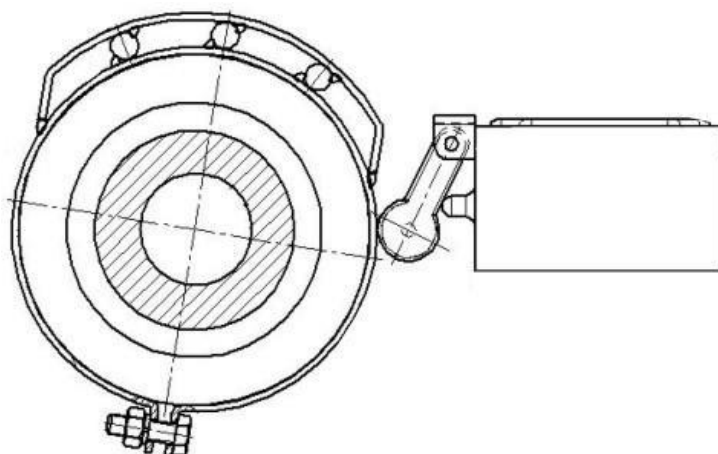

Рис. 6.4.12
4. Поднимите раму до отказа и убедитесь в том, что выключатель отжат и ролик не касается поверхности наклонного выступа кулачка (рис.6.4.12). В транспортном положении выключатель должен быть полностью отжат.
В транспортном положении (рис.6.4.12) контакты концевого выключателя замыкаются, отключается электромагнитная муфта привода и останавливается поступление семян из бункера.